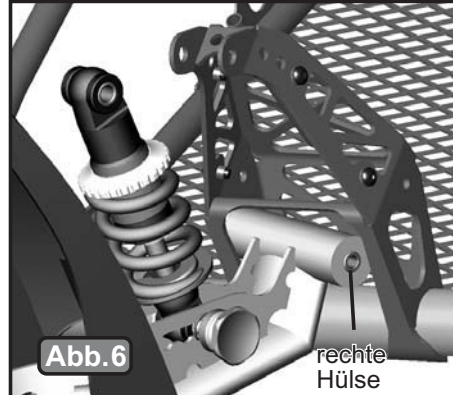

Abb. 6
C) Zum Einsetzen der rechten Hülse in den Stoßdämpfer die Hülse mit der Ecke oben rechts der Stoßdämpferöffnung so, wie in Abb. 6 gezeigt, ausrichten und nach vorn drehen. Das Gelenk sollte nun im Stoßdämpfer sitzen. Der Gelenkbolzen wird nach dem Anbringen der oberen Stoßdämpferschraube befestigt.